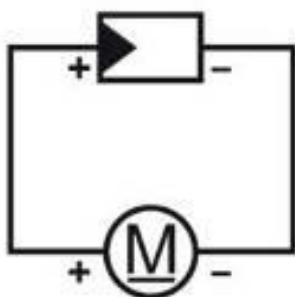

Fig. 2.1: esquema de conexión.
2. Conectar la célula solar al motor con la hélice chica y base con ayuda de los cables con pinza cocodrilo. Procurar que no se toquen las pinzas porque de otro modo se producirá un cortocircuito (Fig. 2.1).